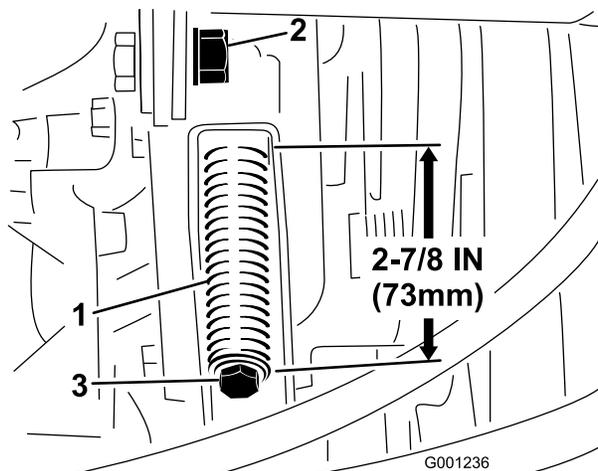

図 78
3. テンションロッドのジャムナットをゆるめる 図 78。
4. テンションスプリングの調整には1/2 インチのレンチを使う 図 78。スプリングの長さが 73mm になるように調整する。
4. 1/2 インチのレンチを使ってテンションスプリングを完全にゆるめる (図 78)。
6. 新しい PTO ベルトを取りつけ、プーリスプリングの長さが 73mm になるように張りを調整する 図 78。
7. ジャムナット (図 78) を締め、フードを閉める。